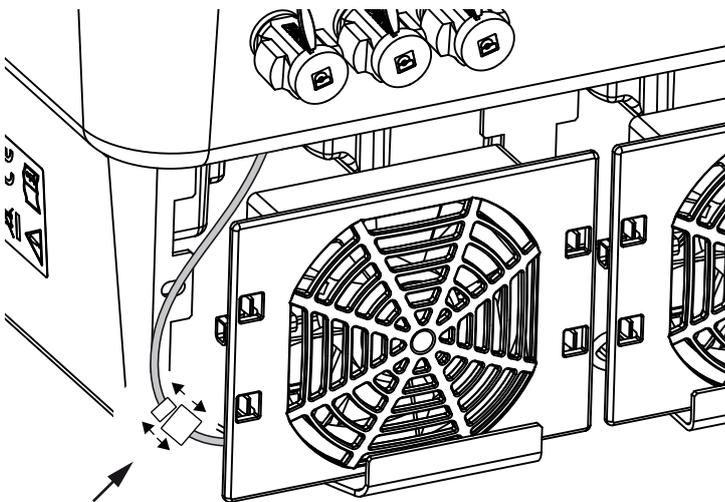

Fig. 75 : déconnexion du câble du ventilateur
4. Enlever entièrement le ventilateur du boîtier. Pour cela, détacher le connecteur enfichable du câble du ventilateur.  **Fig. 75**